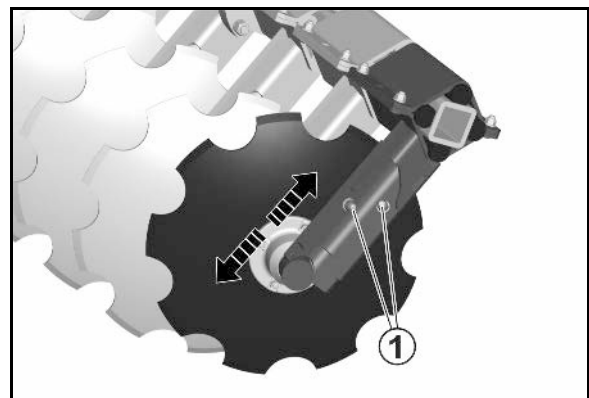

Рис. 33
1. Зніміть шплінт (Рис. 33/3).
2. Зафіксуйте поворотний важіль (Рис. 33/2) згідно з напрямком обертання.
3. Збільште / зменште довжину шпинделя за допомогою важеля (Рис. 33/1).
4. Зафіксуйте виконане налаштування за допомогою шплінта (Рис. 33/3).